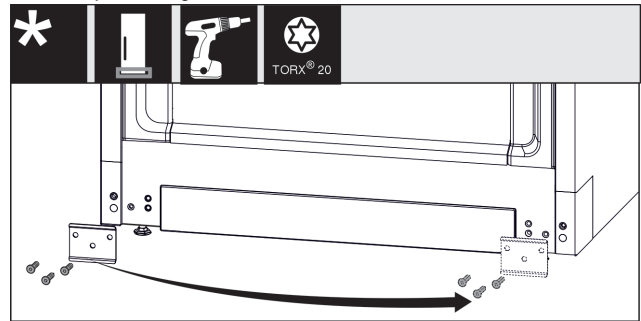

Fig. 19
- Skruva av plåten Fig. 19 (1), sätt den på den andra sidan och skruva fast.